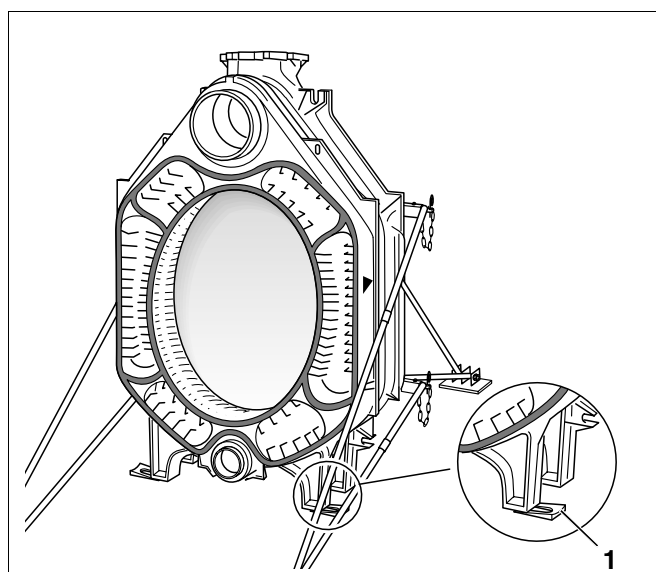

Fig. 18 Utilisation des cales
La fig. 18 représente l'élément arrière avec l'élément intermédiaire déjà monté. Le montage du prochain élément intermédiaire est préparé. Pour simplifier le montage, l'élément de chaudière a été positionné à l'aide de cales (fig. 18, **pos. 1**). Ces cales seront également utilisées ultérieurement pour le positionnement définitif du bloc chaudière terminé.